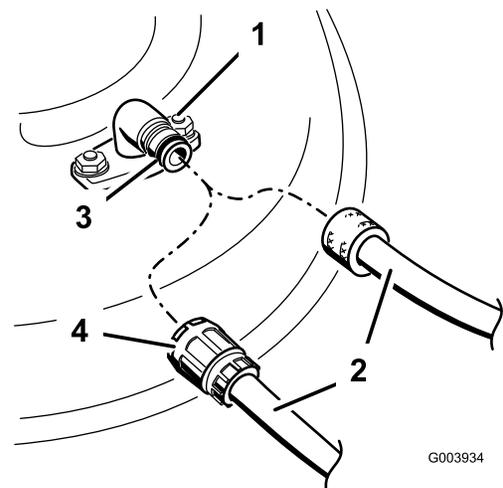

Figura 70
- Montate il manicotto del tubo flessibile sul raccordo di lavaggio del tosaerba, quindi aprite il rubinetto per erogare un getto forte (Figura 70).